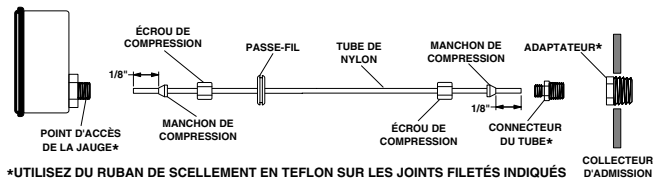

Figure 4. Jauge d'amplification/vide - Raccordement au collecteur d'admission
1. Raccordez le tube à pression (tube de nylon) sur la jauge à l'aide du manchon et de l'écrou à compression fournis. Serrez l'écrou à compression jusqu'à ce que le tube soit bien fixé. Voir les Figures 4 et 5.
■ Certains véhicules ont déjà un orifice fileté sur le collecteur d'admission et qui peut être utilisé pour y installer le conduit à pression de la jauge d'amplification/vide. Si votre véhicule a un tel point de raccordement, suivez les instructions décrites à l'«Option un - Raccordement au collecteur d'admission» (Figure 4).
Consultez la Figure 4 et suivez les instructions ci-dessous.